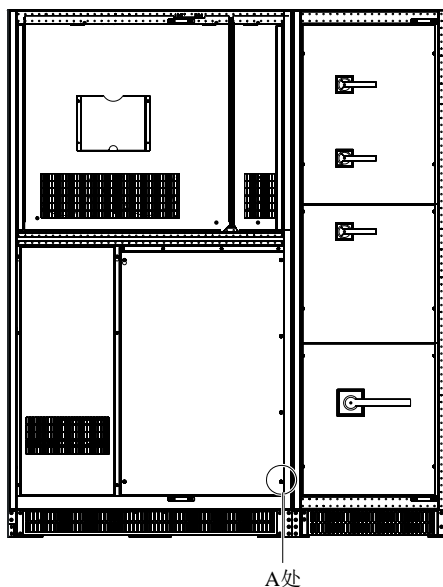

图8-11 500kVA UPS 旁路电感安装拆除图
2. 打开前门, 拆除如图 8-11 的 A 处螺钉共 12 颗并保留螺钉。